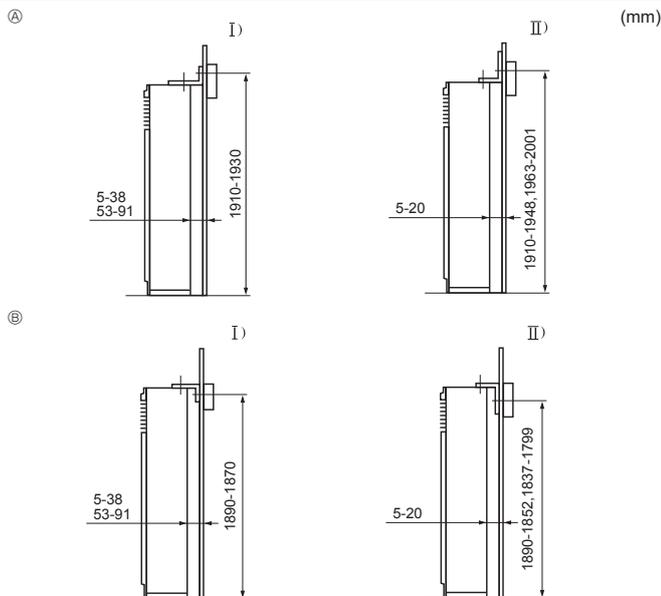

Fig. 3-3
- ① Klammer, die das Umkippen verhindert
Die Klammer, die das Umkippen verhindert ①, ist auf der Oberseite der Anlage angebracht. Die Blehschrauben ② entfernen und die Klammer wie in der Abbildung dargestellt wieder anbringen. Angaben über richtige Einbauabstände siehe Fig. 3-3.
- Ⓔ Die Schraube ② entfernen und das Gitter zum Abnehmen nach vorne ziehen.
3.3. Montage der Klammer, die das Umkippen verhindert (Fig. 3-3)